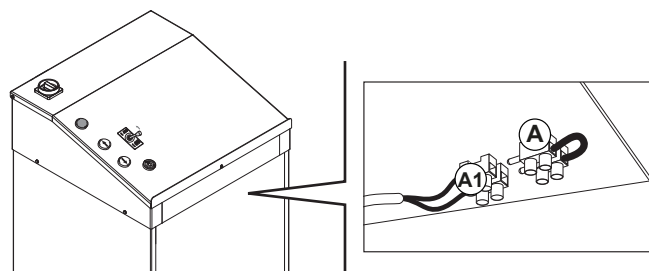

Fig.17
Passare il cavo di alimentazione attraverso il pressacavo sul fianco della centralina e collegare i fili alla morsettieria (vedi schema elettrico e Fig.17).
Pass the power cable through the cable-clamp on the side of the control unit and connect the wires to the terminal board. (See wiring diagram and Fig. 17). Check that pin (A) is fitted into terminal (A1): this disables the pressure gauge of the lift.
Das Versorgungskabel durch den Kabelpresser auf der Seitenwand des Schaltschranks führen und die Drähte an die Klemmleiste anschliessen (siehe Schaltplan und Abb. 17). Sicherstellen, dass der Stecker (A) in der Klemme (A1) steckt. Auf diese Weise ist der Druckwächter der Hebebühne ausgeschaltet.
Passer le câble d'alimentation dans le presse-câble situé sur le côté du pupitre de commande et raccorder les fils à la barrette de connexion (voir schéma électrique et Fig.17). Contrôler que la fiche (A) est introduite dans la borne (A1); de cette manière, on exclut le pressostat du pont élévateur.
Pasar el cable de alimentación a través del sujeta-cables por el lado del panel de mando y conectar los hilos a la caja de bornes (ver esquema eléctrico y Fig.17). Controlar que la clavija (A) esté bien introducida en el borne (A1): de este modo queda excluido el presostato del elevador.